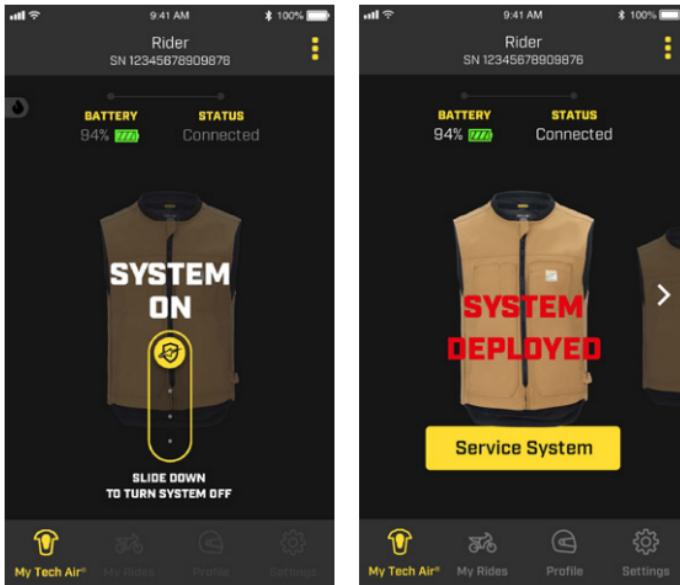

图 19
在骑行过程中，“”系统开启“模式处于激活状态，因此出于安全考虑，用户无法使用应用程序的大部分功能。如果用户需要关闭系统，例如在激烈的越野骑行过程中，可以使用 App 上的滑动图标关闭系统（如图 19 所示）。要重新激活，请打开和关闭激活拉链 (1)。
如图 19 所示，部署完成后，App 将显示相关状态，并带有“SYSTEM DEPLOYED（系统已部署）”字样。